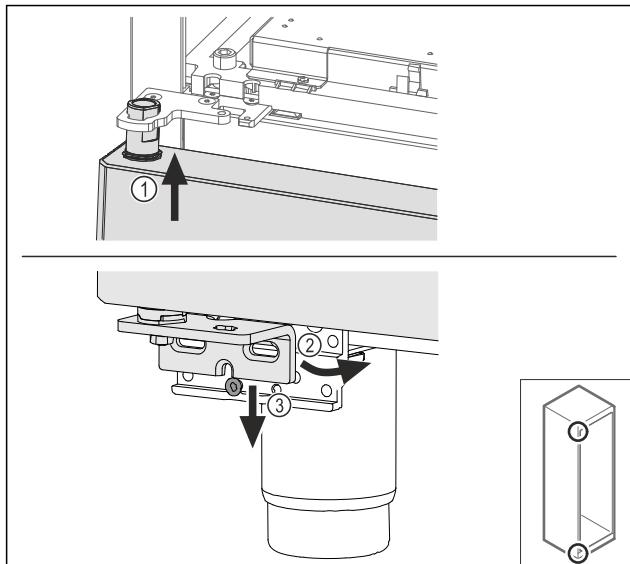

Fig. 68
- Ievadiet augšā durvis mazliet sagāztā veidā Fig. 68 (1), nolīmēnojiet durvis taisni Fig. 68 (2) un uzlieciet apakšā uz gultņa balsta skrūves Fig. 68 (3).